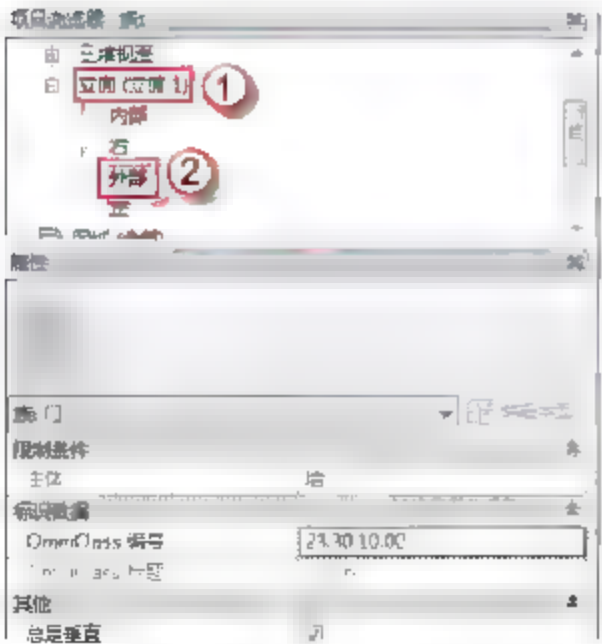

图 6.1.123 单开门 M1021 的外部立面视图
(6) 选择“项目浏览器”中的“立面（立面 1）”→“外部”命令，可以进入单开门 M1021 的外部立面视图，如图 6.1.123 所示。